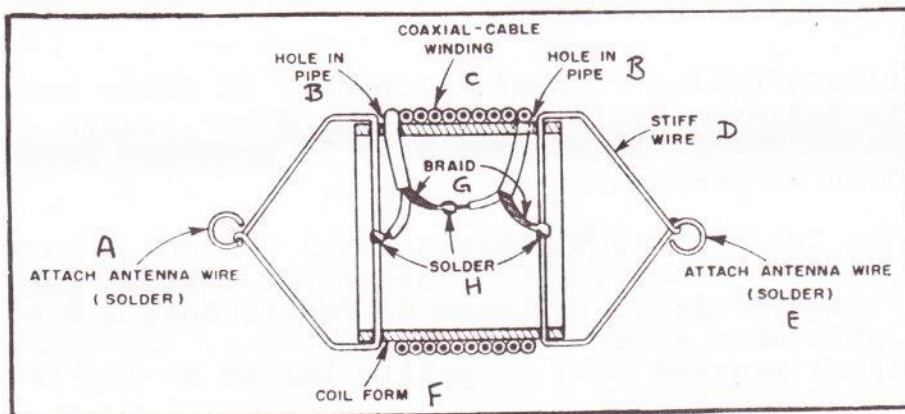

figure 1.
La figure 1 montre la coupe d'une trappe à cable coaxial. Supposons que l'épaisseur du cable (diamètre extérieur) est de "t" pouces, et que le cable est enroulé sur un support cylindrique dont le diamètre extérieur est de "d" pouces, de façon à nous donner un bobinage de "n" spires. Assumons que le bobinage est à spires jointives, obtenant ainsi la plus grande inductance pour un nombre de spires donné. Assumons également qu'un demi pouce de cable blindé est utilisé à chaque bout du bobinage, en "queue de cochon"(4) pour entrer dans le support du bobinage. La longueur totale du cable blindé sous de telles conditions s'approche de très près de $\pi n(d + t) + 1$ pouce. Si la capacité distribuée du cable est de C_0 pF par pied, la capacité totale du cable est
vu que le diamètre moyen du bobinage est $d+t$ et la longueur du bobinage à spires jointives est nt (5). Lorsque l'âme du câble, d'un côté, est connectée à la masse de l'autre côté du câble, comme on peut voir sur la figure 1, nous sommes en présence d'un circuit à résonance parallèle. La fréquence de résonance est donnée par la formule :
explication de la figure 1 ci-dessus :
La technique de construction décrite par CARTER (illustré en figure 1) donne des trappes "poids-plume" si construites avec du câble coaxial RG174/U(6). En début de cet article on peut voir une "famille" de trappes construite par l'auteur, pour être utilisée avec des dipôles. Leurs caractéristiques sont données dans le tableau 2 ci-contre, donnant, colonne par colonne: Bande de résonance, Diamètre(en pouce) du support du bobinage, Nombre de spires, Poids total(en once(1 oz.= 28gr35)). Des configurations alternatives pour des trappes pour dipôles furent décrites par DeMaw et Johns, lesquels considèrent également la construction de trappes à câble coaxial pour des antennes verticales et des "beams". En tous les cas, on peut appliquer les données et les courbes de cet article-ci.
Je tiens à remercier Mr. Nicholas Perriello, qui produisit le dessin de la figure 1; Mr. Steven Van Weddingen, qui fit pas mal de calculs sur sa calculatrice programmable; Dr. F.A. Burkle-Young, qui donna un coup de main pour les calculs et fit le manuscrit; et, Ms. Diane Weeks qui prépara le texte dactylographié.